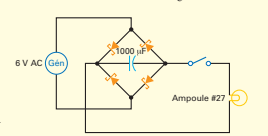

Figure 5.48
- La figure 5.48 montre le schéma d'un éclairage de bicyclette. Les diodes sont des diodes Schottky. En utilisant la deuxième approximation, calculez la tension sur le condensateur de filtrage.